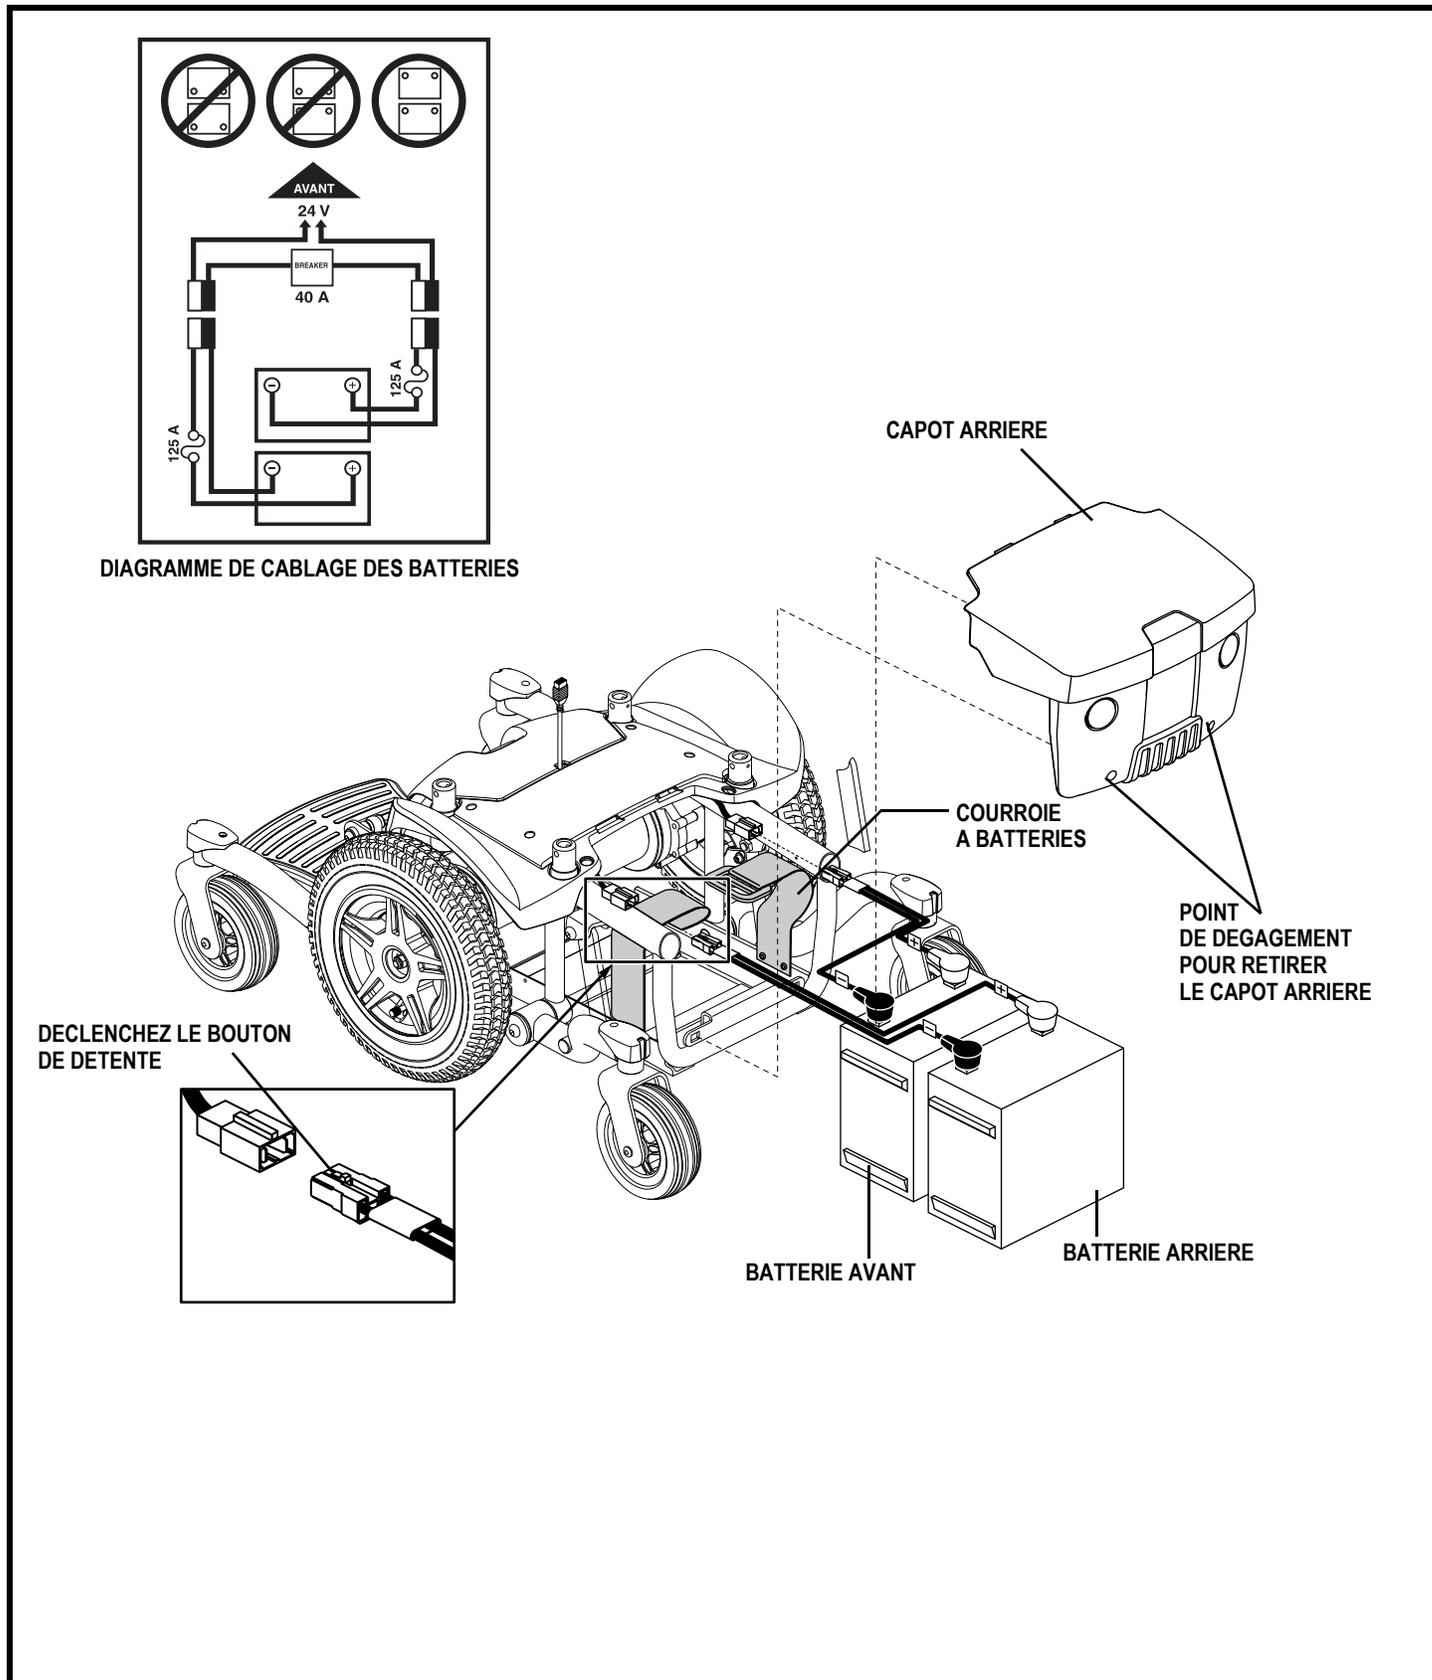

Figure 23. Installation des batteries
Un diagramme est apposé à l'avant du tableau électronique. **Voir la figure 23.** Voir la section VI. "Batteries et recharge" pour connaître les spécifications des batteries.
3. Tirez pour retirer le capot arrière. **Voir la figure 23.**
4. Pesez vers le bas pour déclencher le bouton de détente et débrancher le câble de la batterie arrière de la base motorisée. **Voir la figure 23.**
7. Pesez vers le bas pour déclencher le bouton de détente et débrancher le câble de la batterie avant de la base motorisée. **Voir la figure 23.**
10. Installez les câbles sur les nouvelles batteries en respectant le diagramme électrique. **Voir la figure 23.** Assurez-vous de connecter le fil rouge de la batterie à la borne positive (+) et le fil noir à la borne négative (-) sur chaque batterie.